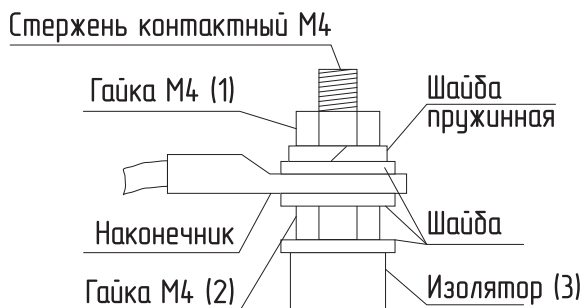

Рис. 6 Присоединение проводов к выводам блок ТЭН
- Гаек на контактных стержнях ТЭН с усилием 1,8 Нм (см. **Рис. 6**);
- При замене блока ТЭН присоединение фазных проводов к выводам блока ТЭН производить согласно **Рис. 6**. Сечение кабеля указано в **Табл. 2**;
- Провод нейтрالي «N» подключить на перемычку блока ТЭН (**Рис. 6**).